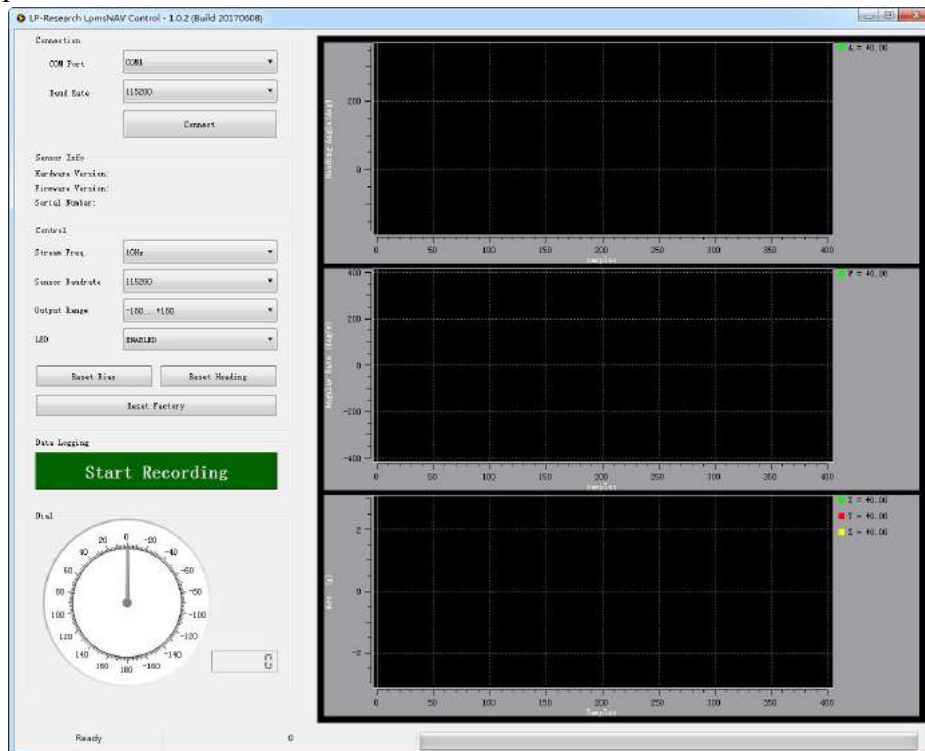

图 7.3. LpNAV-Control-V1.0.2 界面
4) 双击 LpmsNAV-Control-1.0.2-Build20170608.exe 打开软件，界面如图 7.3 所示。